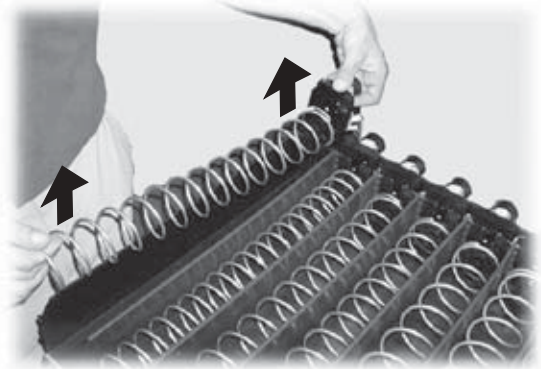

Fig. 48
- extraer el motor y la espiral de la bandeja (Fig. 48);